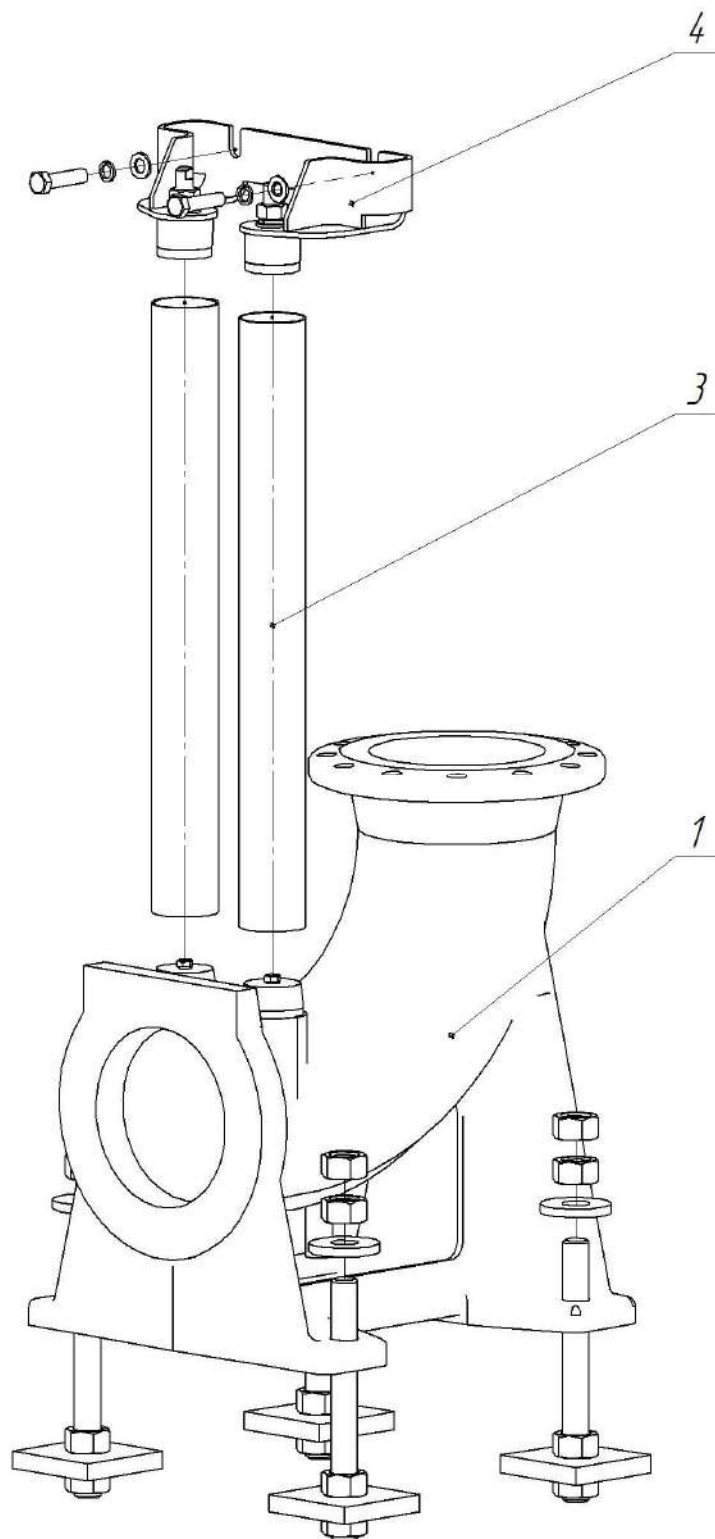

Рис. 11. Опускное устройство электронасоса «Иртыш»
1) *Опускное устройство* служит для механизации подсоединения и отсоединения электронасоса от трубопровода. Состоит из *патрубка погружного* поз. 1, *захвата* и *кронштейна* поз. 4 (рис. 11, рис. 13-105 (электронасосы с опускным устройством)). Патрубок погружной имеет с одной стороны разъемное соединение (захват прикреплен к электронасосу), а с другой фланцевое соединение с напорной магистралью. На патрубок погружной крепятся две направляющие, имеющие необходимую длину (направляющие заказываются отдельно). Верхние части направляющих крепятся на поверхности с помощью кронштейна.